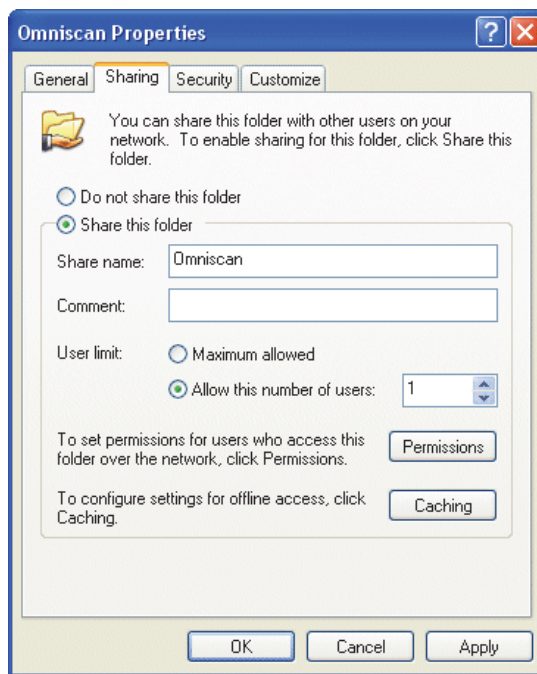

Рис. 7-13 Свойства OmniScan (Windows XP): Общий доступ
3. В диалоговом окне **Omnican Properties** (Свойства Omnican) щелкните **Sharing** [Общий доступ] (см. Рис. 7-13 на стр. 226).